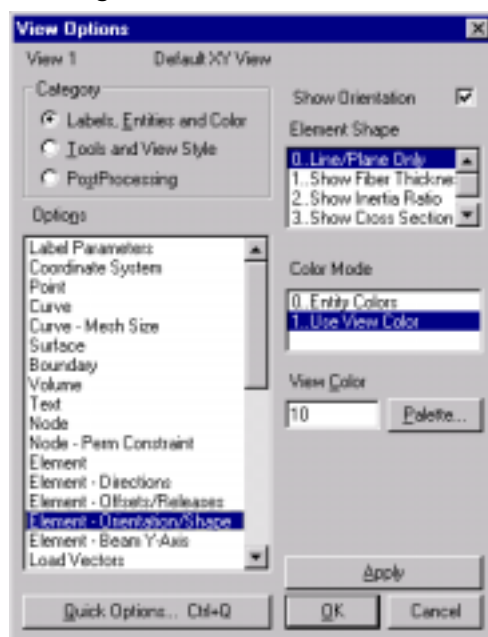
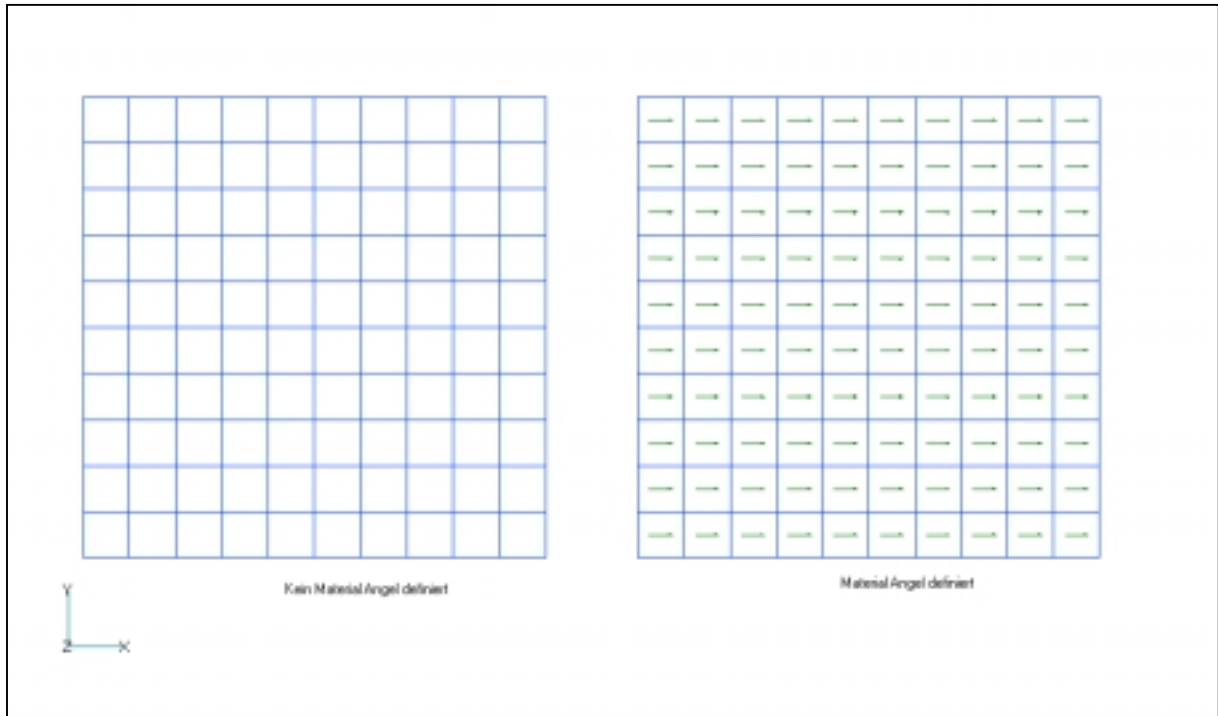

Abb. 3: Einschalten der Darstellung der Materialorientierung
Abb. 4: Situation nach dem Festlegen der Materialorientierung für die rechte Seite
1. Zunächst wird die Materialorientierung über Modify – Update Elements – Material Angel festgelegt. In diesem Fall werden alle Elemente auf der rechten Seite ausgewählt und der Materialwinkel über Coordinate Direction festgelegt. Nachdem über F6 die Darstellung der Materialorientierung aktiviert wird (siehe Abbildung 3), ist für alle Elemente, für die die Orientierung vorgenommen wurde die Ausrichtung des Materialwinkels zu sehen (Abbildung 4).